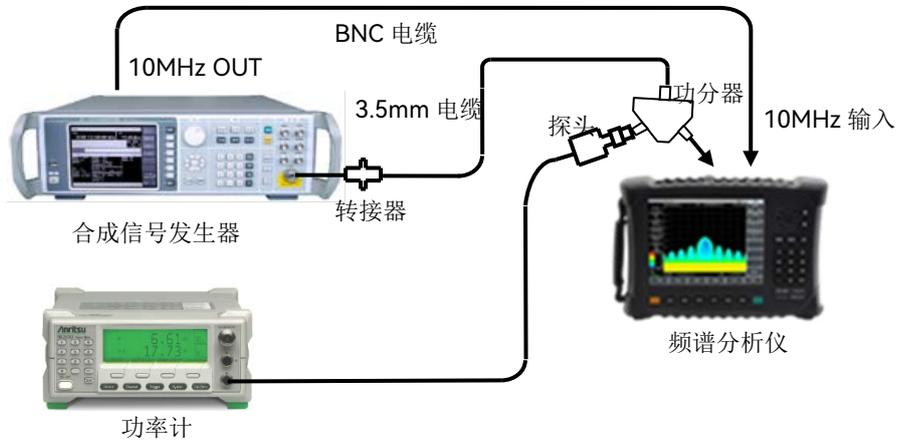

图12-16 参考电平不确定度与刻度保真度测试设置
- 2) 如图 12-16 连接测试仪器。合成信号发生器 1464A 为频谱分析仪提供频率参考，信号发生器的输出通过功分器分别连接到频谱分析仪和功率探头上;
- 2) 如图 12-16 连接测试仪器。合成信号发生器 1464A 为频谱分析仪提供频率参考，